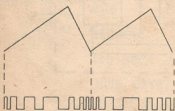

FIG. 4 — Modulação em frequência do sinal do O.C.T. (forma de onda inferior) pelo sinal em dente-de-serra produzido pelo oscilador de frequência superbaixa.
2) Oscilador de Frequência Superbaixa (O.F.S.B.) — Este oscilador opera normalmente na faixa de 0,1 a 30 Hz, de acordo com o valor do resistor ligado ao pino 20, e do capacitor conectado ao pino 21 do C.I., e possui duas saídas: uma fornece um sinal de onda quadrada, de ciclo ativo igual a 50%, para o misturador; a outra saída produz um sinal em dente-de-serra que segue para o seletor O.C.T./O.F.S.B., para controlar o O.C.T. quando o pino 22 recebe um nível alto (veja o diagrama de blocos). Nesse último caso o sinal do O.C.T. é modulado em frequência pelo sinal do O.F.S.B., conforme mostra a Fig. 4. Na Fig. 5 temos a seção do O.F.S.B. e a fórmula que determina a sua frequência de operação.
Em nosso último encontro apresentei um amplificador diferencial que permitia manejar sinais provenientes do detector de vídeo, tanto com sincronismo positivo como com negativo. O circuito é o da Fig. 4, publicado mês passado.
A fonte de corrente que aparece ligada ao cursor do potenciômetro P da Fig. 4 simboliza um circuito tipo "espelho de corrente", como o ilustrado na Fig. 5.